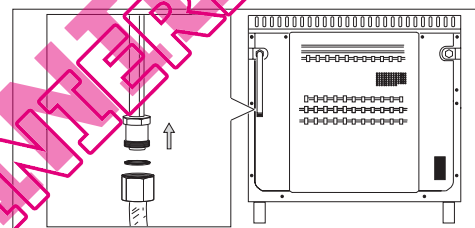

Fig. 2
- 1) le raccordement rigide avec interposition d'un joint (voir fig 2).
- 2) le raccordement par tuyau flexible avec armature à embout mécanique suivant les normes en vigueur (voir fig 2).